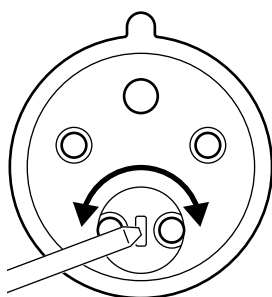

Fig. 15
3. Compruebe la dirección de rotación del motor del ventilador. La dirección de rotación del motor del ventilador se comprueba arrancando el ventilador y, a continuación, parándolo. Cuando la velocidad disminuye, se puede ver hacia dónde gira el motor a través de la tapa de protección de refrigeración del ventilador (donde está la pegatina, como se muestra en la **Fig. 1**, pos. 6). Si la dirección de rotación es incorrecta, invierta la fase del enchufe con un cincel plano tal y como se muestra en **Fig. 15**.